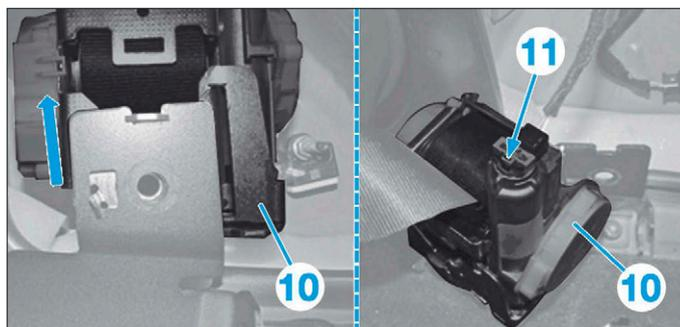

FIG. 19
- Ecarter l'enrouleur (10) vers le haut (Fig.19).
- Débrancher le connecteur (11).
- Déposer l'enrouleur (10).